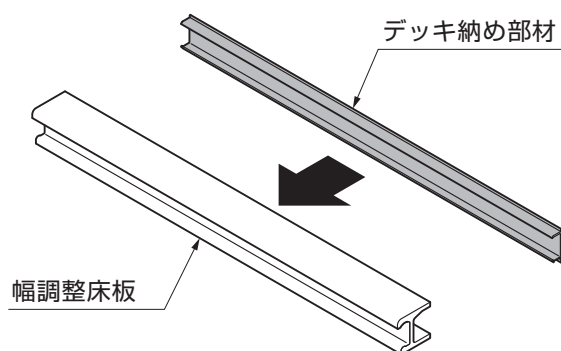

図1-12
②デッキ納め部材を幅調整床板にはめ込んでください。(図1-12参照)